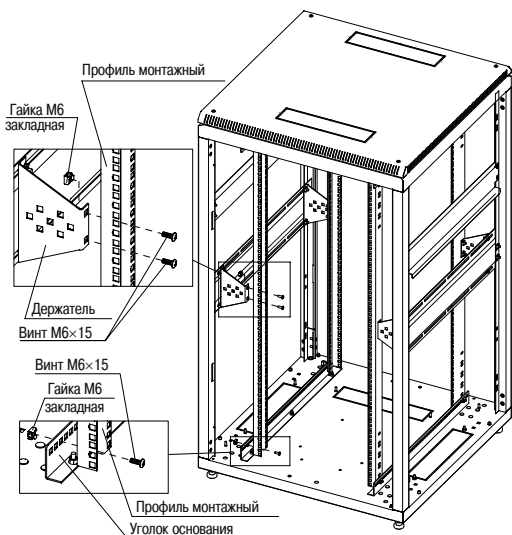

Рисунок 7 – Установка монтажных профилей
4.2.6 Вставьте гайки М6 в квадратные отверстия уголков основания или уголков основания и держателей, профили монтажные закрепите винтами М6×15 с полукруглой головкой (рисунок 7).